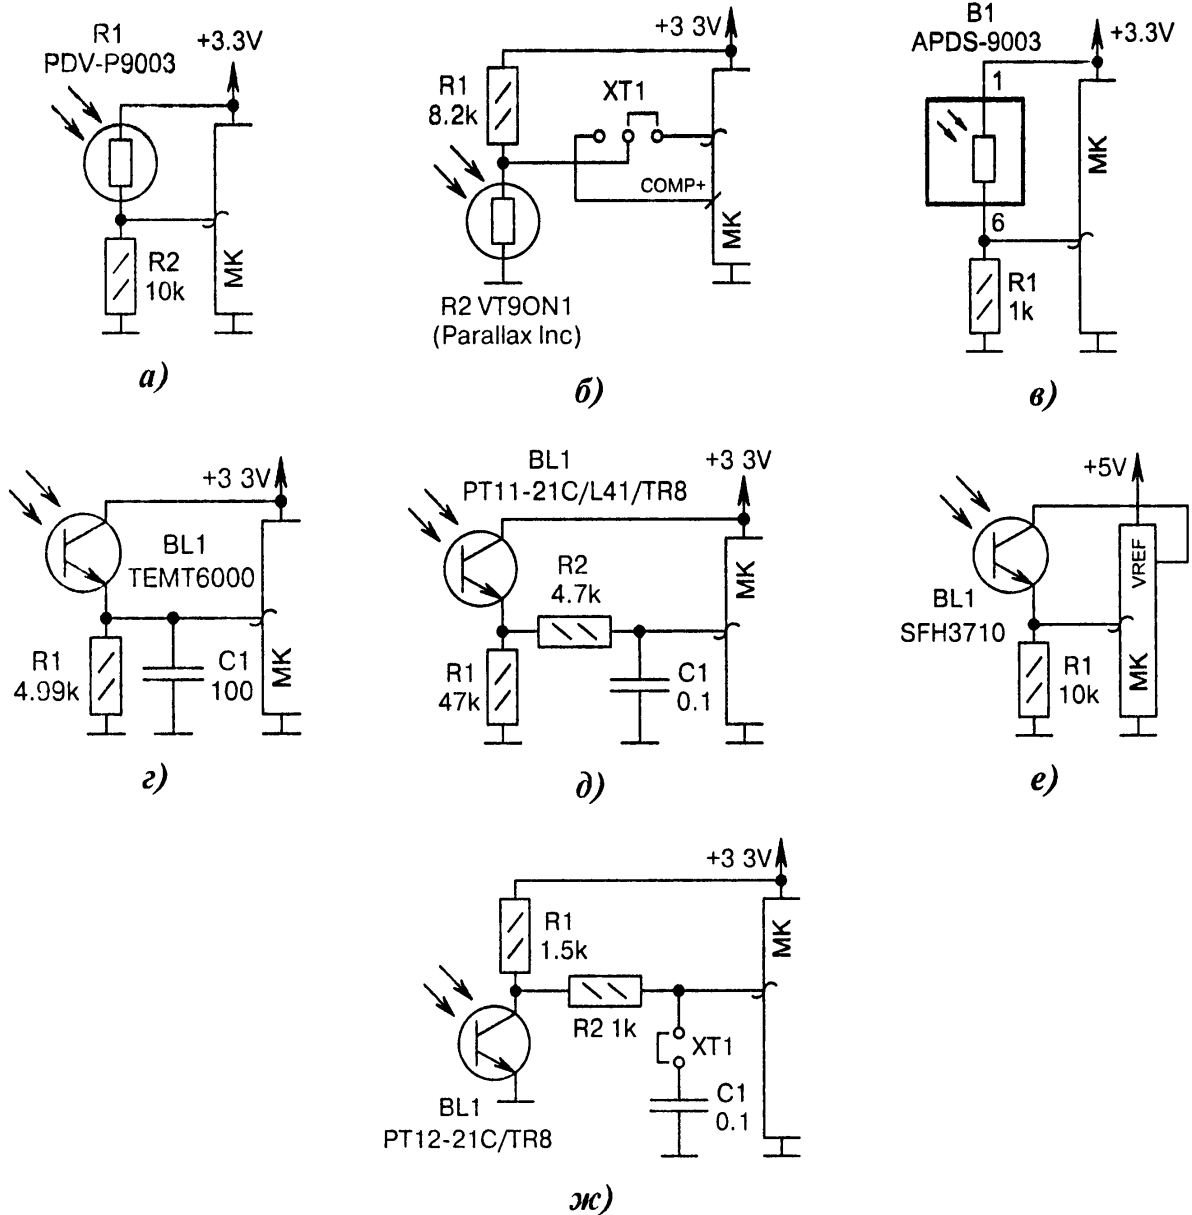

Рис. 2.16. Схемы подключения оптических датчиков к МК (начало)
Оптические датчики в отладочных платах обычно служат для простой и эффективной демонстрации возможностей МК, но они также могут входить в схему адаптации яркости дисплея к свету и темноте (Рис. 2.16, а...л).
- б) аналогично Рис. 2.16, а, но с переменной мест $R1$ и $R2$. Параметры фоторезистора $R2$: диапазон сопротивлений от 20...38 кОм до 1 МОм, материал CdS, быстродействие 5...35 мс. Вместо входа АЦП может подключаться аналоговый компаратор МК джампером $XT1$;